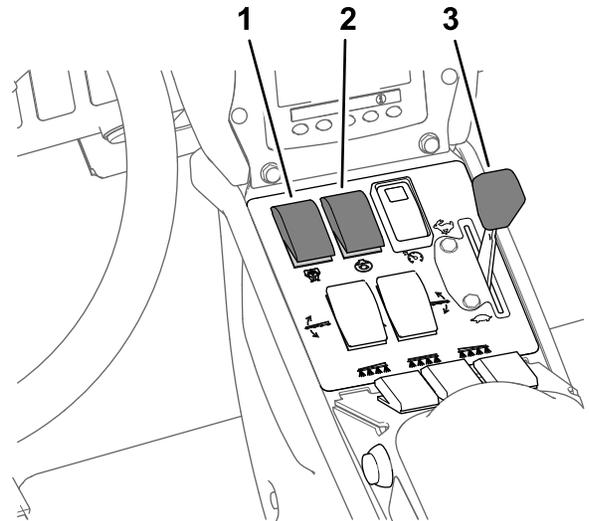

图 45
8. 将搅拌开关和喷洒泵开关设定至开启位置图 45。
9. 将节流阀设定至快速位置图 45。
注意 此程序假定喷洒泵是打开的请参阅 以喷洒率模式喷洒 \(页码 32\) 中的 图 45。
4. 调节节流阀到所需的发动机转速进行喷洒请参阅 以喷洒率模式喷洒 \(页码 32\) 中的 图 45。